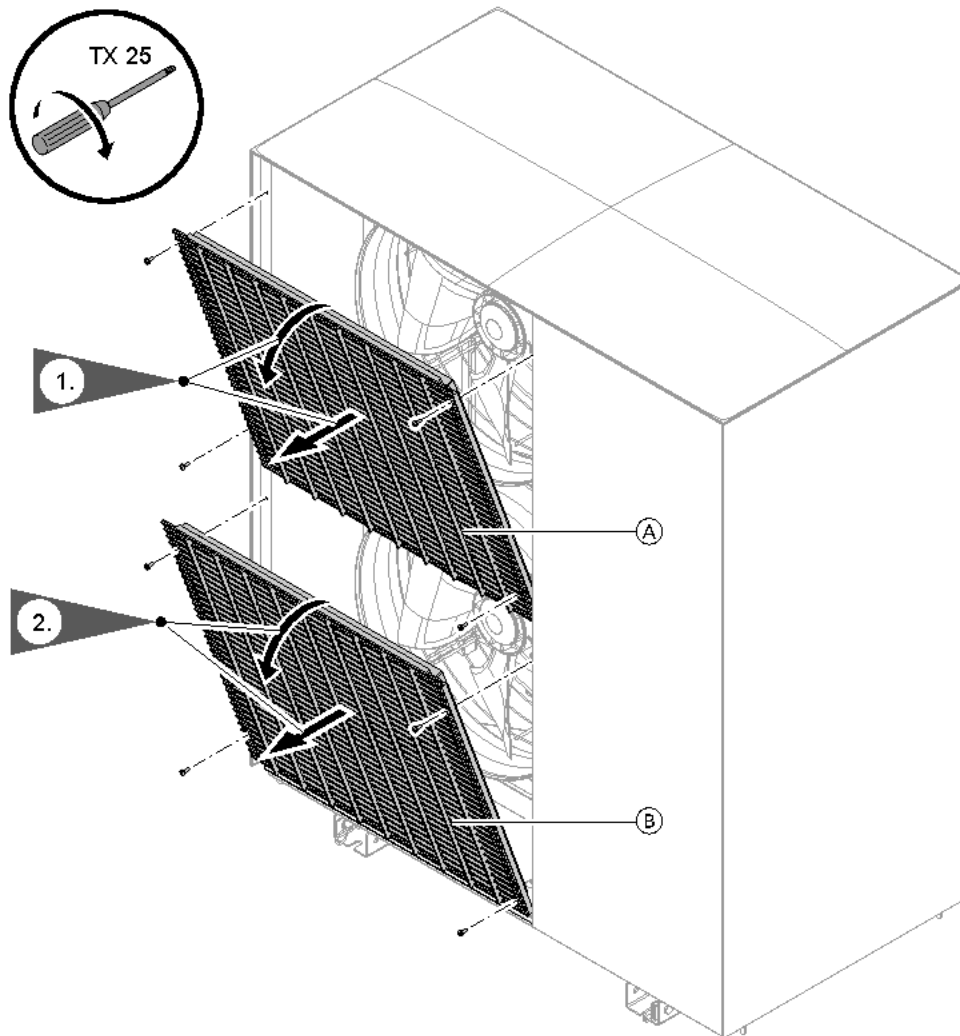

Abb. 97
2. Schutzgitter Ventilator abbauen: Siehe Abb. 97.
- 4. Schutzgitter Ventilator und Deckel abbauen: Siehe Abb. 97 und 96.
2. Schutzgitter Ventilatoren abbauen: Siehe Abb. 97.